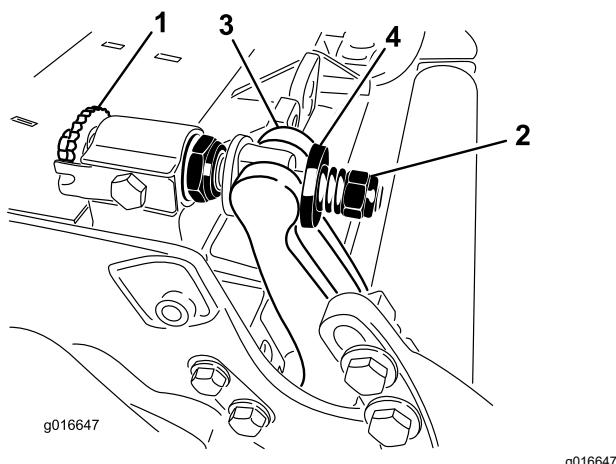

Figura 34
1. Ruotate le viti di regolazione della barra di appoggio in senso antiorario per allontanare la controlama dal cilindro (Figura 34).
2. Allentate il dado di tensione della molla finché la rondella non sarà più in tensione contro la barra di appoggio (Figura 34).